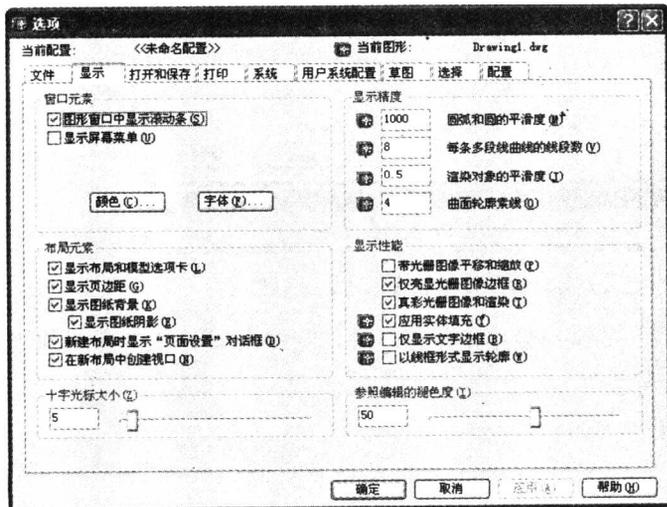

图 1.7 【选项】对话框
- 选择右边有省略号的菜单项，将弹出一个对话框。例如选择【工具】菜单的【选项】命令，将弹出【选项】对话框，如图 1.7 所示。